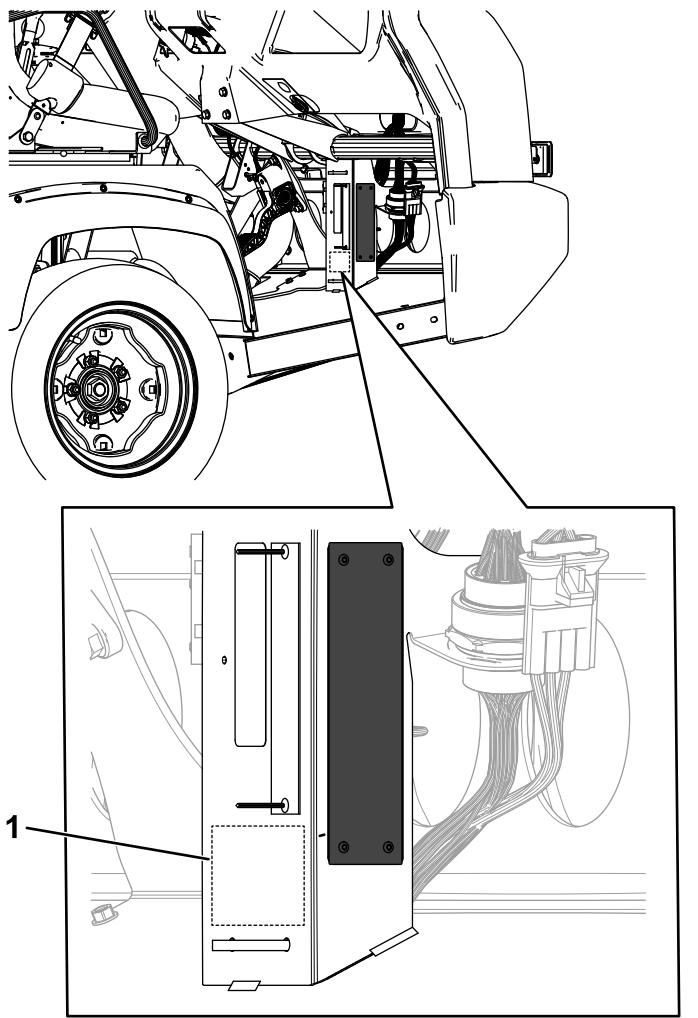

Bild 9
- Schlagen Sie die Seriennummer der Maschine in der in Bild 9 dargestellten Position ein.